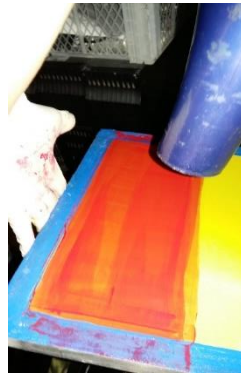

Figura 14. Secar la mezcla en la tela del bastidor.
- ✓ Para finalizar se debe secar la capa de la mezcla con el soplador de aire caliente como se muestra en la Figura 14, teniendo en cuenta las siguientes recomendaciones: